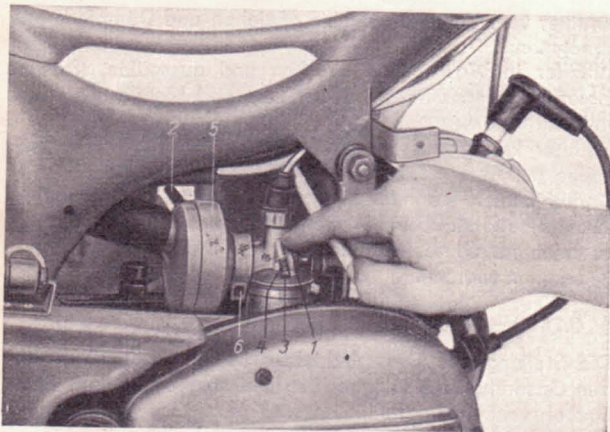

Bild 15. Vergaser und Luftfilter (rechte Motorverkleidung abgenommen)
Arbeitsvorgang (Bild 15):
3.14.2 Einstellen der Leerlaufdrehzahl (Bild 15)